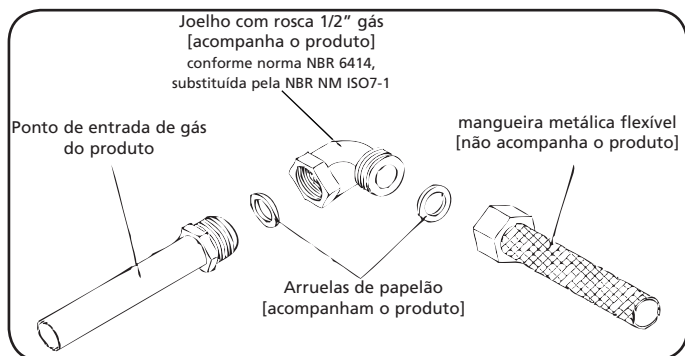
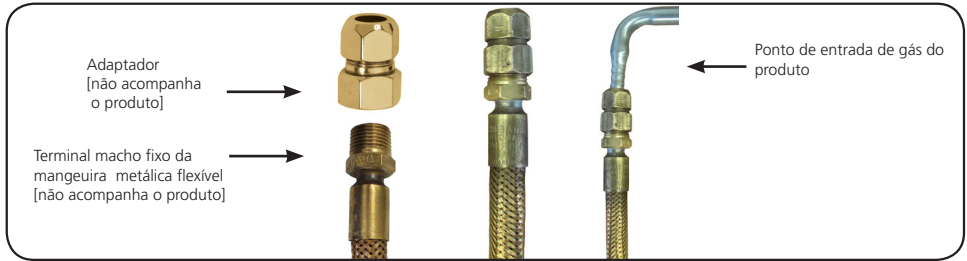

Fig. 9
Fig. 10
- A ligação do gás poderá ser realizada conforme indicação [Fig. 9 e 10] dependendo o modelo do produto.
A instalação deverá ser realizada com mangueira metálica flexível com rosca 1/2" gás, conforme norma NBR 14177 [comprimento máximo permitido é de 1,2 m], para os modelos **94702/101 - 94702/201 - 94707/201 - 94707/271 - 94708/201 - 94708/271 - 94708/281 - 94709/201 e 94709/271**, conforme indicação [Fig. 9], e para os modelos **94726/501 - 94703/501 e 94708/501** conforme indicação [Fig. 10].
Com uma chave de boca 22mm e outra 23mm fixar o terminal macho fixo da mangueira metálica flexível, no adaptador [não esquecendo a utilização do anel de vedação], **[ambas peças não acompanham o produto]**. Após fixar a mangueira metálica flexível com o adaptador no ponto de entrada do gás no cooktop [Fig. 10].